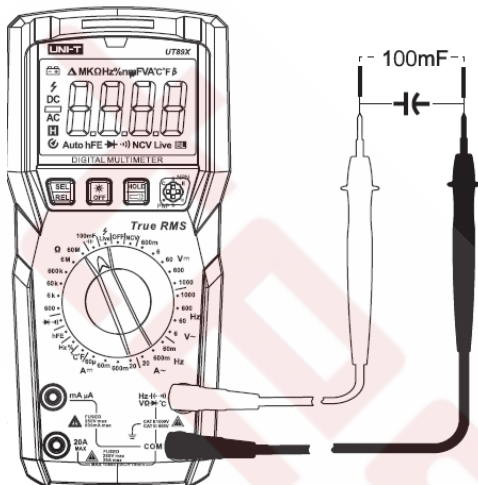

Рисунок 7
**9.5 Измерение емкости (Рисунок 7)**